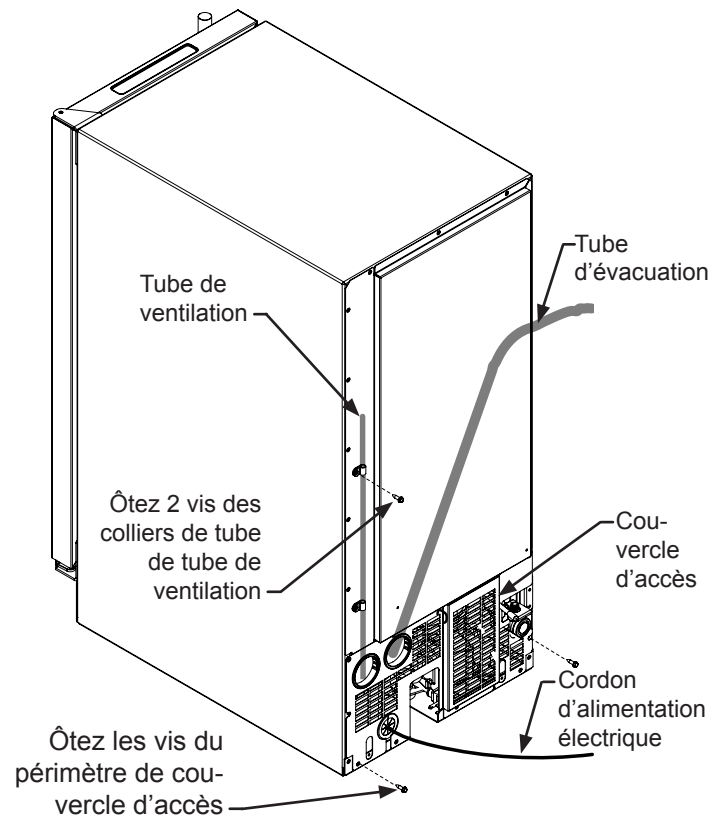

Figure 9
- 2) Ôtez les deux 2 vis des colliers de tube de ventilation et toutes les vis sur le périmètre du couvercle d'accès avec un tourne-écrou de 5/16". Enlevez ensuite le couvercle d'accès de la machine à glaçons (Voyez la Figure 9).
- Contrôlez que la conduite de ventilation est ouverte, exempte de pincements/coudes serrés, afin que l'air circule librement depuis le réservoir de pompe (Voyez la Figure 9 en page 8).